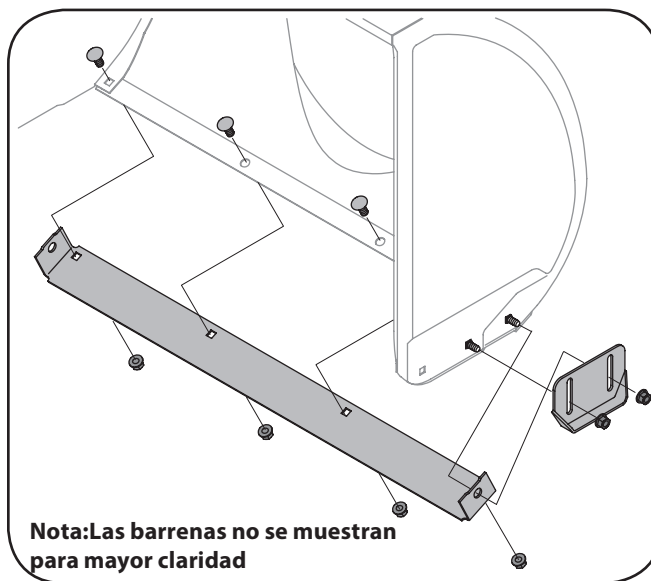

Figura 6-1
1. Retire los pernos del carro y tuercas que sujetan cada zapata antideslizante a la caja de la barrena. Vea la Figura 6-1.
1. Retire ambas zapatas antideslizantes y los elementos de ferretería, incluyendo los pernos del carro y las tuercas que unen la placa de raspado a la caja de la máquina quitanieve. Para ver la ubicación de la placa de raspado, consulte la Figura 6-1.